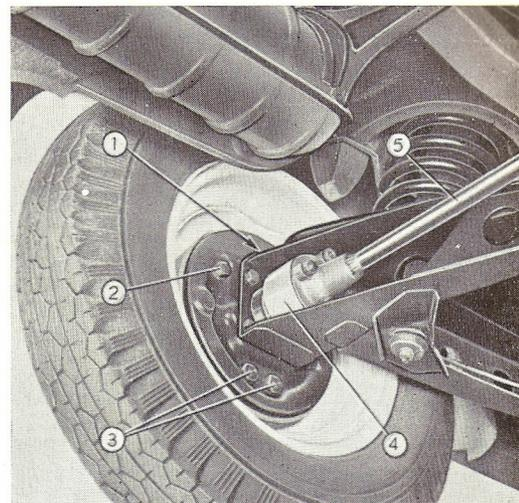

Fig. 35. — Reglaje del juego de las zapatas.
- Extraer el perno excéntrico inferior de articulación (fig. 35, 3) de cada zapata, aflojando la tuerca de fijación y volverlo a montar girándolo uno o dos dientes al objeto de acercar el forro al tambor, hasta que el juego, medido en la extremidad correspondiente del forro, se reduzca a 0,1 mm, aproximadamente.